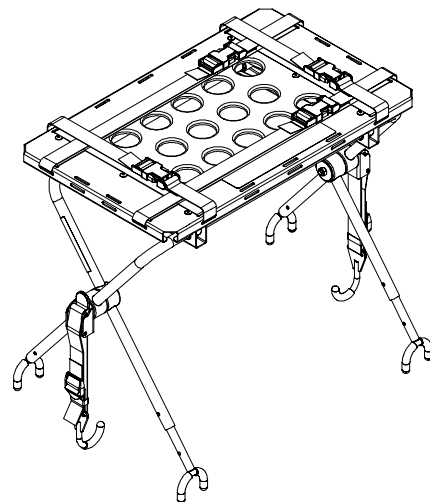

Figura 25 – Abrir as pernas da plataforma do desfibrilhador
2. Abra e estenda as pernas da plataforma do desfibrilhador (Figura 25).